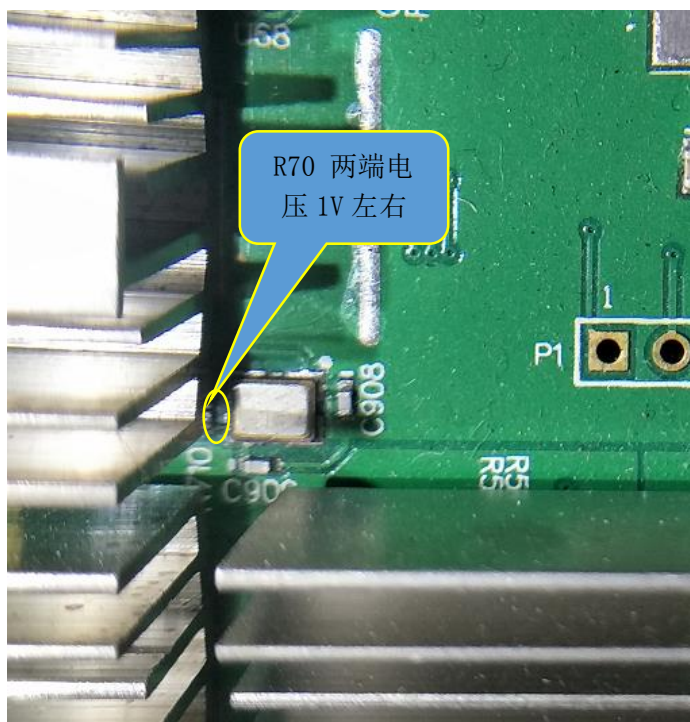
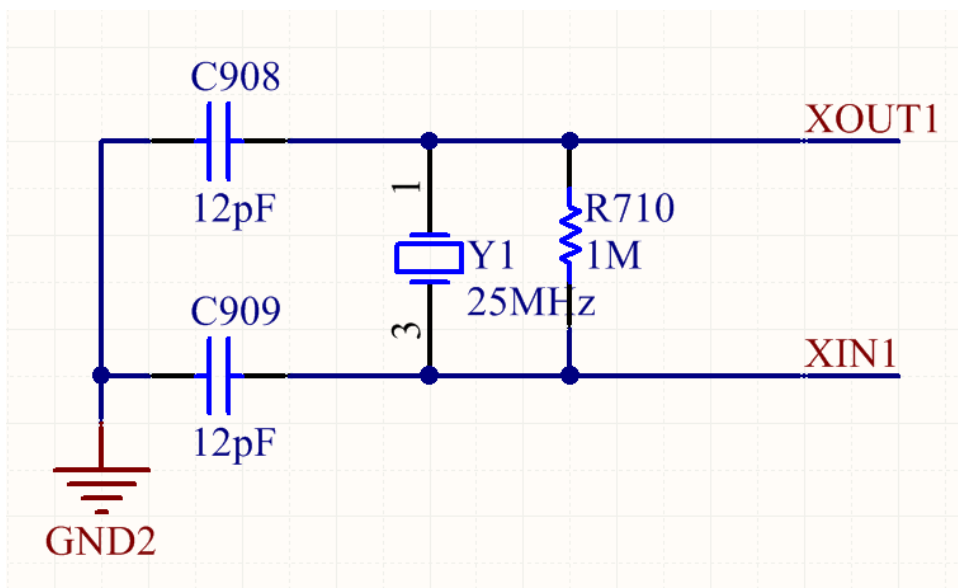

图 17、25M LCK 电路
图 18、25M LCK 原理
7、25M LCK 由 Y 25MHZ 无源晶振及 12pF 组成: 如图 17、图 18 所示。